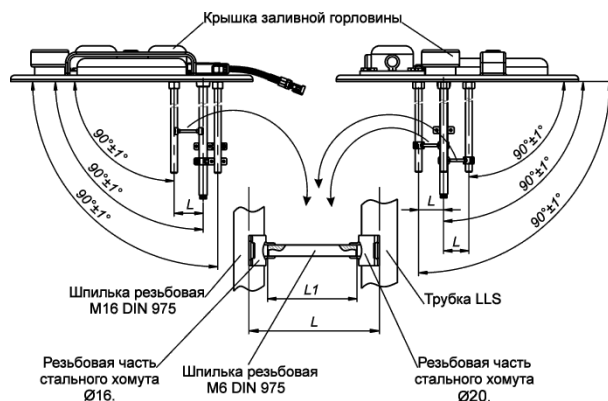

Рисунок 63
- Определить длину (L1) резьбовой шпильки DIN 975 M6 согласно рисунку (Рисунок 63).
- Вставляя любой стержень Ø3...4 в резьбовые отверстия хомутов, и контролируя размеры (линейные и угловые) указанные на рисунке (Рисунок 63) определите длину L1.